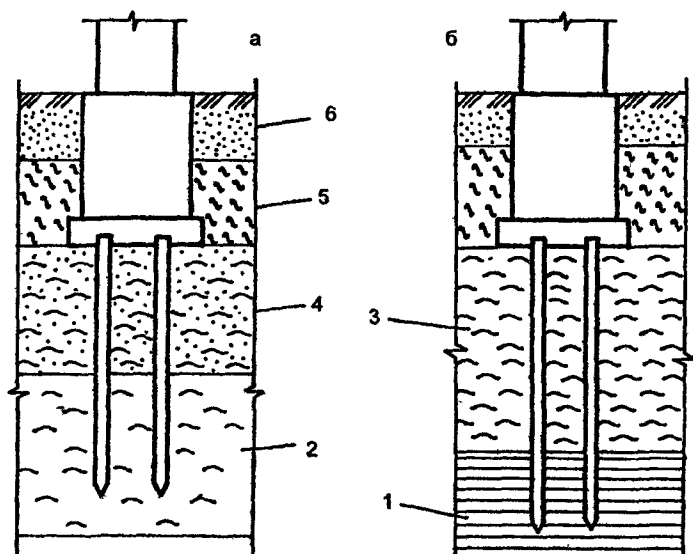

Рис. 18. Виды свай в грунте:
• **Свайные фундаменты** состоят из отдельных свай, объединенных сверху бетонной или железобетонной плитой или балкой, называемой ростверком (*рис. 18*). Свайные фундаменты устраивают в случаях, когда необходимо передать на слабый грунт значительные нагрузки.